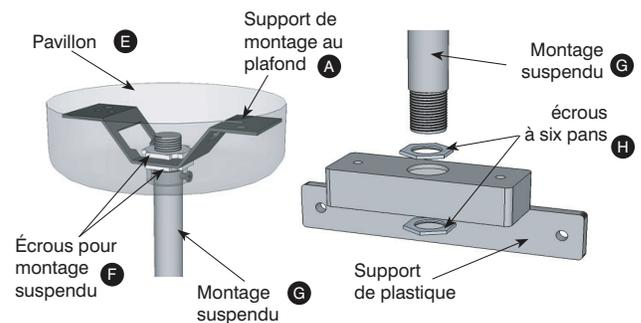

Figure 3
Le support fourni peut servir au montage plafonnier ou par l'extrémité, comme illustré. Si le support est utilisé, l'installer, puis fixer l'enseigne dans la position voulue à l'aide des deux (2) vis courtes de 5/8 po à tête Philips fournies (Figure 3).
Fixer le support de montage plafonnier (A) au plafond. Fixer solidement la suspension (G) en place à l'aide des écrous pour montage suspendu (F). Glisser le pavillon (E) sur la suspension (G) jusqu'à ce que le support de montage plafonnier (A) soit entièrement dissimulé, puis serrer la vis du pavillon. Attacher le support de plastique (I) à la suspension à l'aide d'écrous à six pans (H). Attacher l'enseigne au support de plastique à l'aide des vis à tête de 5/8 po fournies (Figure 3).